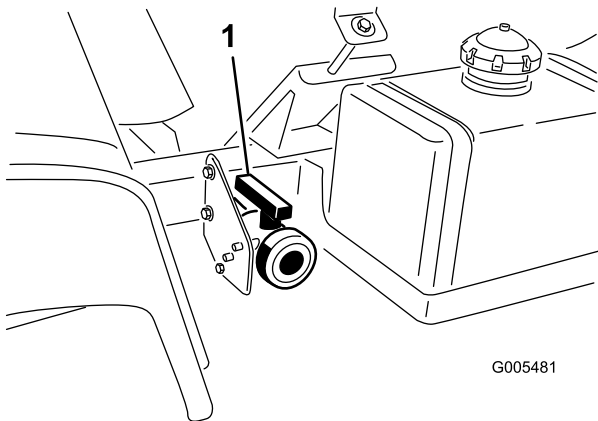

Figure 25
2. Trouvez l'emplacement du robinet de vidange de la cuve du côté gauche de la machine (Figure 25). Le robinet se trouve sur le châssis, devant le réservoir de carburant.